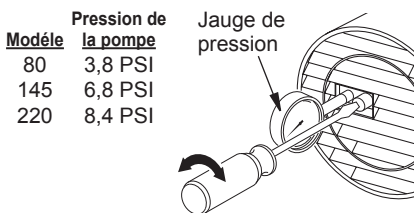

Figure 10 - Réglage de la pression de la pompe
4. Régler la pression. Tournez la vanne de secours vers la droite pour augmenter la pression. Tournez la vanne de secours vers la gauche pour diminuer la pression. Voir les spécifications de la figure 10 pour la pression correcte.